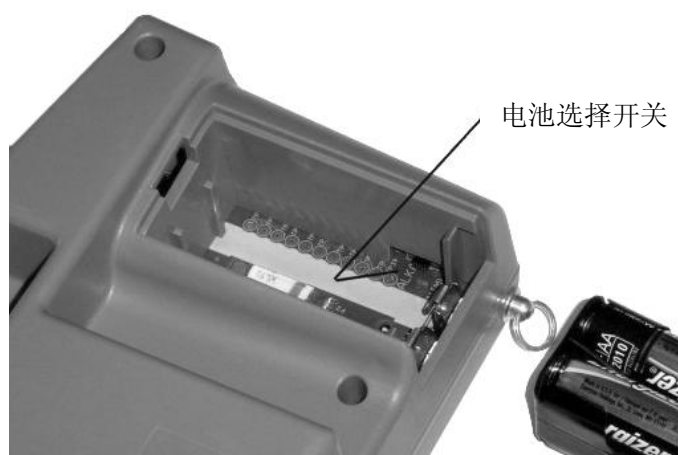

图 6： 电池型式选择开关位置
4. 参阅图 6 设定电池选择开关来指示你使用中的电池类型。
5. 确认电池选择开关设定正确（图 6）。